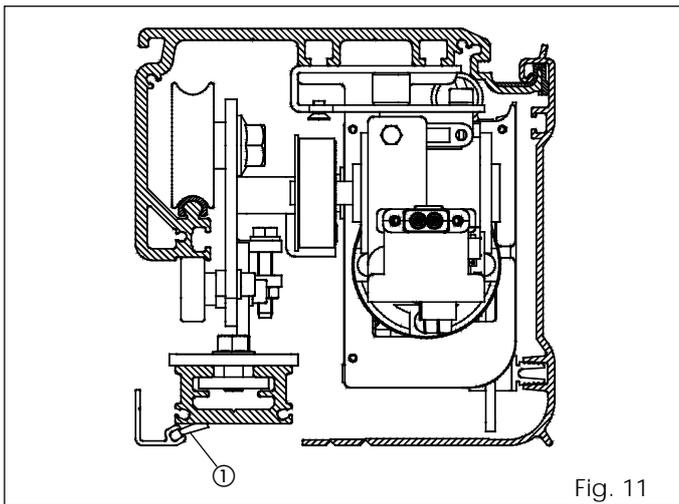

Fig. 11
ATTENZIONE: inserire lo spazzolino (accessorio fig. 11 rif. ①) nel profilo di chiusura prima del montaggio.